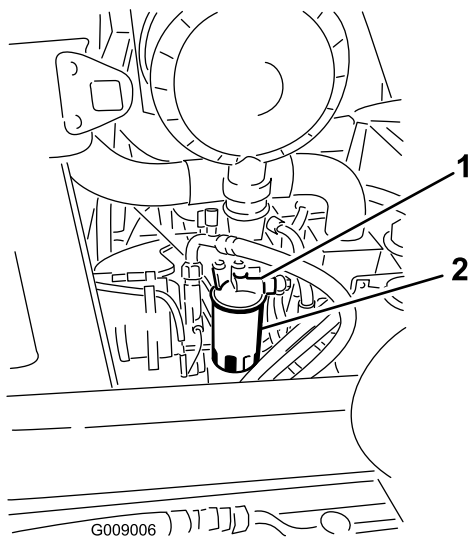

図 63
1. 燃料フィルタのヘッドの周囲をきれいに拭く 図 63。
2. フィルタを外してフィルタヘッドの取り付け部をきれいに拭く 図 63。